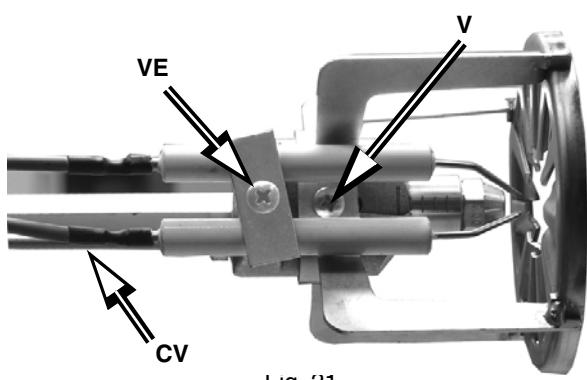
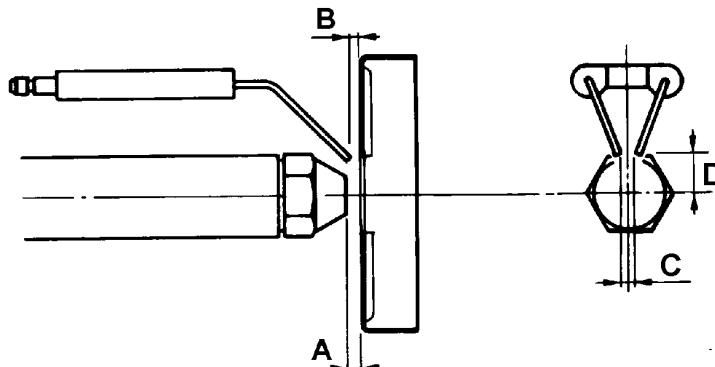

Fig. 21
Fig. 23
- Inainte de a demonta diuza si electrozii, scoateti cablurile **CV** (Fig. 21), masurati pozitiile date Fig. 23 si notati-le in casetele din tabelul Tab. 6.**
- 12 Desfaceti surubul **V** care fixeaza capul de ardere si indepartati capul de suportul diuzei (Fig. 21) ;
- 13 Desurubati surubul **VE** care fixeaza electrozii , demontati-i si curatati-i , iar daca este cazul , inlocuiti-i (Fig. 21) ;
- 15 Reasamblati toate elementele, fara sa uitati sa strangeti suruburile **V** si **VE** si sa reconectati cablurile **CV** (Fig. 21), respectand pozitiile masurate anterior si notate in tabelul de la pag. 21 ;